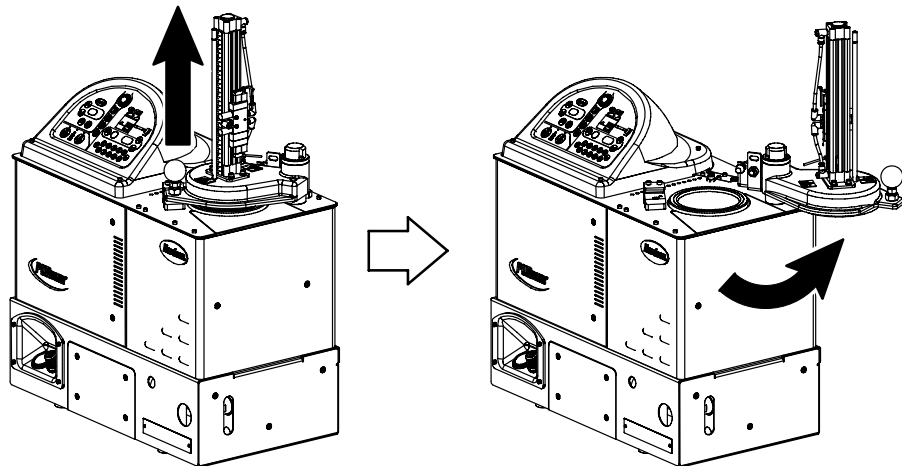

Abb. 4-1 Deckel öffnen
3. Siehe Abbildung 4-1. Wenn sich der Kolben ganz nach oben bewegt hat, den Griff nach oben ziehen, um den Deckel zu öffnen.